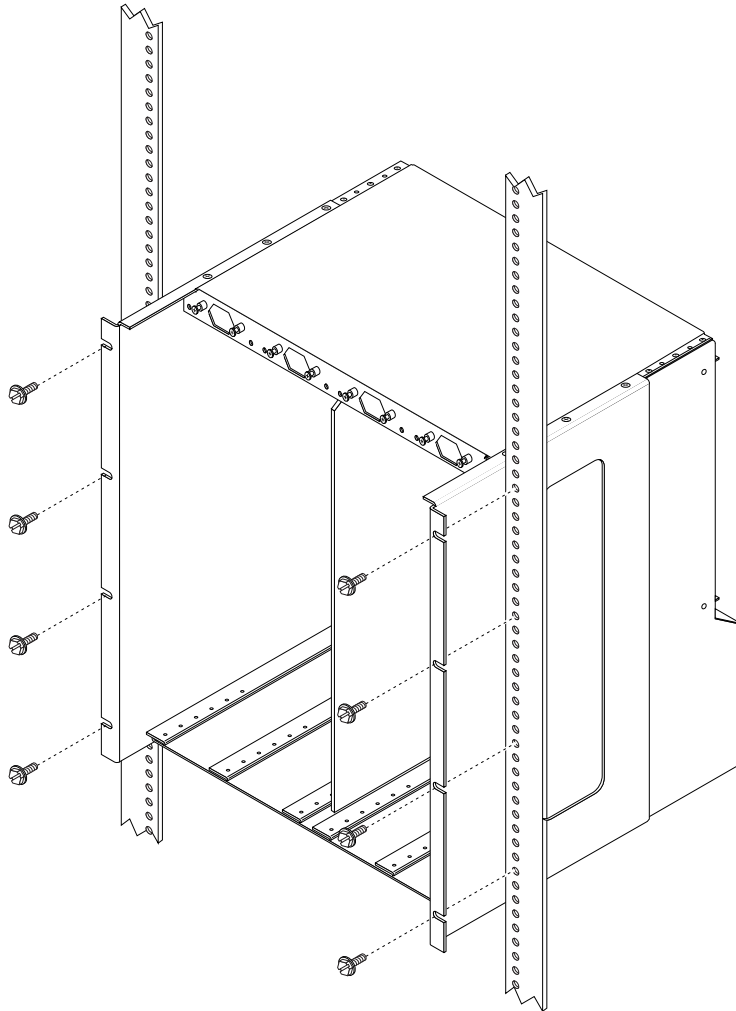

ABBILDUNG 3-3 Montieren des Netra ct-Chassis im Rack
1. **Heben Sie das Netra ct-Chassis auf die entsprechende Höhe im Rack, und richten Sie es so aus, dass sich die Montagelöcher auf der Seite des Chassis über den Montagelöchern der Rack-Führungsschienen (ABBILDUNG 3-3) befinden.**